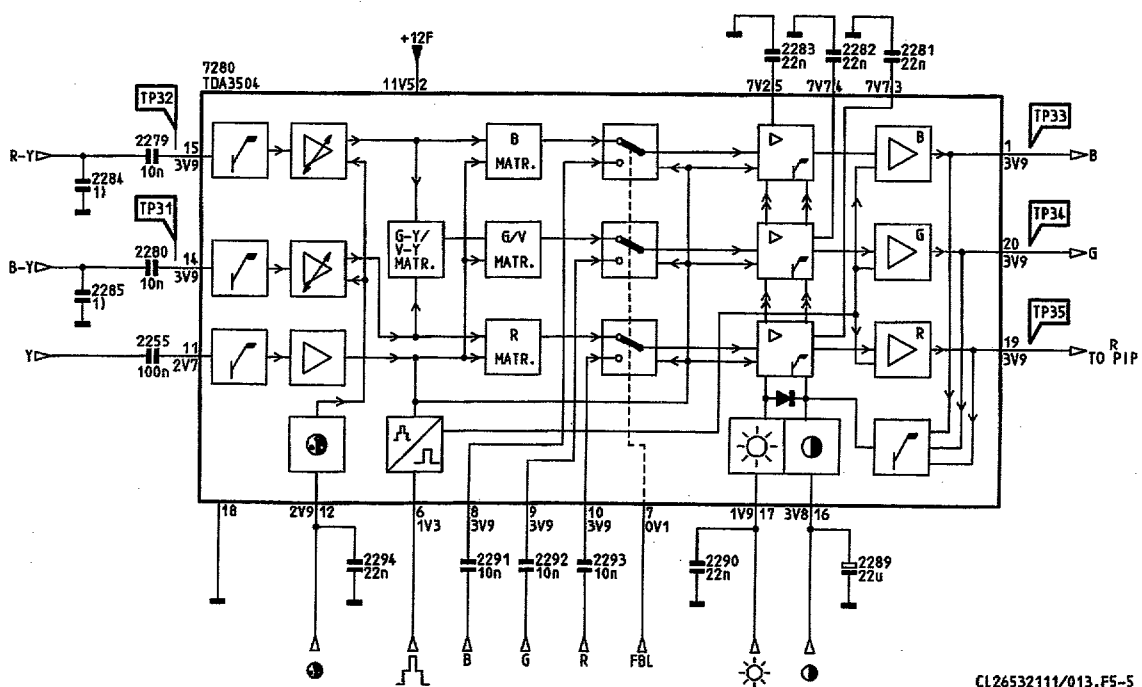

Fig. 5.5
5.4 Le contrôleur vidéo (Fig. 5.5)